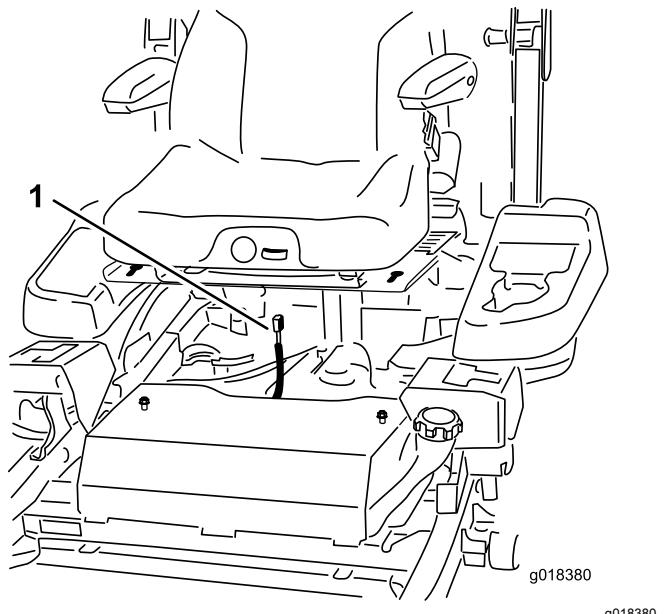

Figura 68
- Estraete il connettore di cablaggio dall'interruttore del sedile posto sotto il sedile stesso (Figura 68).